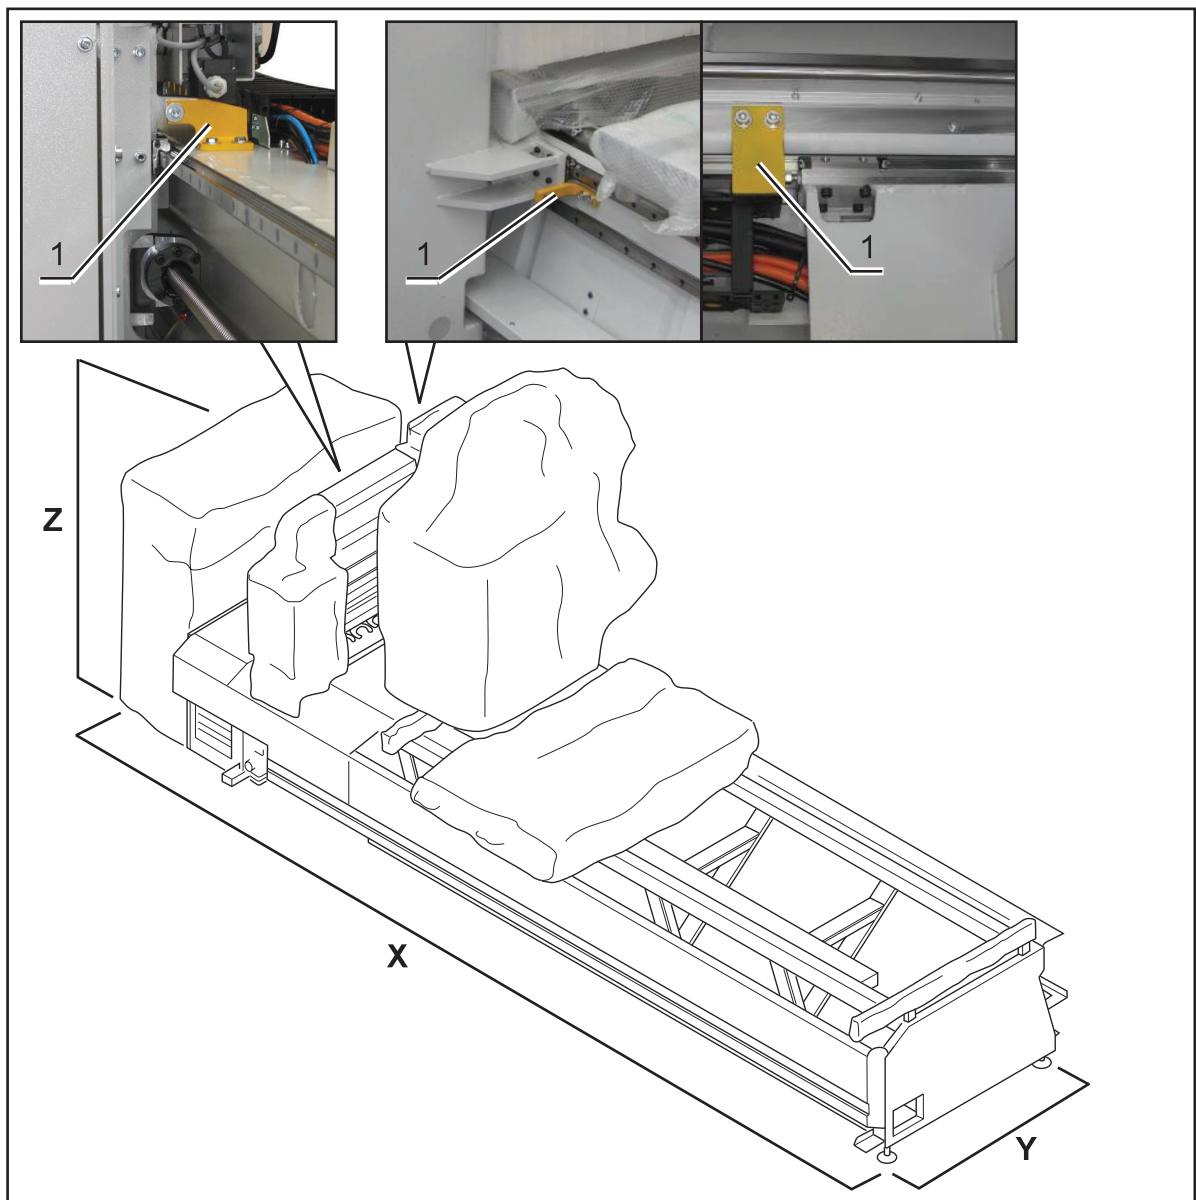

Abb. 3.2.
Um Schäden während des Transports vorzubeugen, legt die Firma Busellato S.p.A. ein besonderes Augenmerk auf die Verpackung der Maschine (Abb. 3.2).
- Die X- und Y-Achsen werden mit geeigneten Bügeln (Abb. 3.2./Punkt 1) blockiert, die Z-Achse bis zum Anschlag nach unten verschoben.